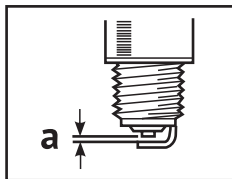

Рис. 10
*СОВЕТ: Зазор свечи **a** (рис. 10) должен измеряться свечным щупом и при необходимости корректироваться согласно спецификации свечи.*